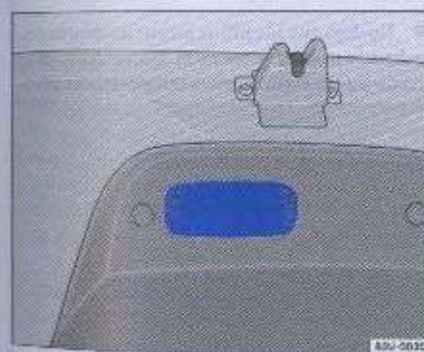

Fig. 59 Rebafe para cierre de la tapa del maletero
La ⇒ fig. 59 ilustra el revestimiento interno de la tapa de la versión Gol. El mismo concepto de cierre de la tapa es válido para el Voyage. Antes de cerrar la tapa, verifique si no olvidó la llave adentro del maletero.
- Sujete la tapa por el rebaje en el revestimiento interno ⇒ fig. 59 ⇒ y tirelo hacia abajo.